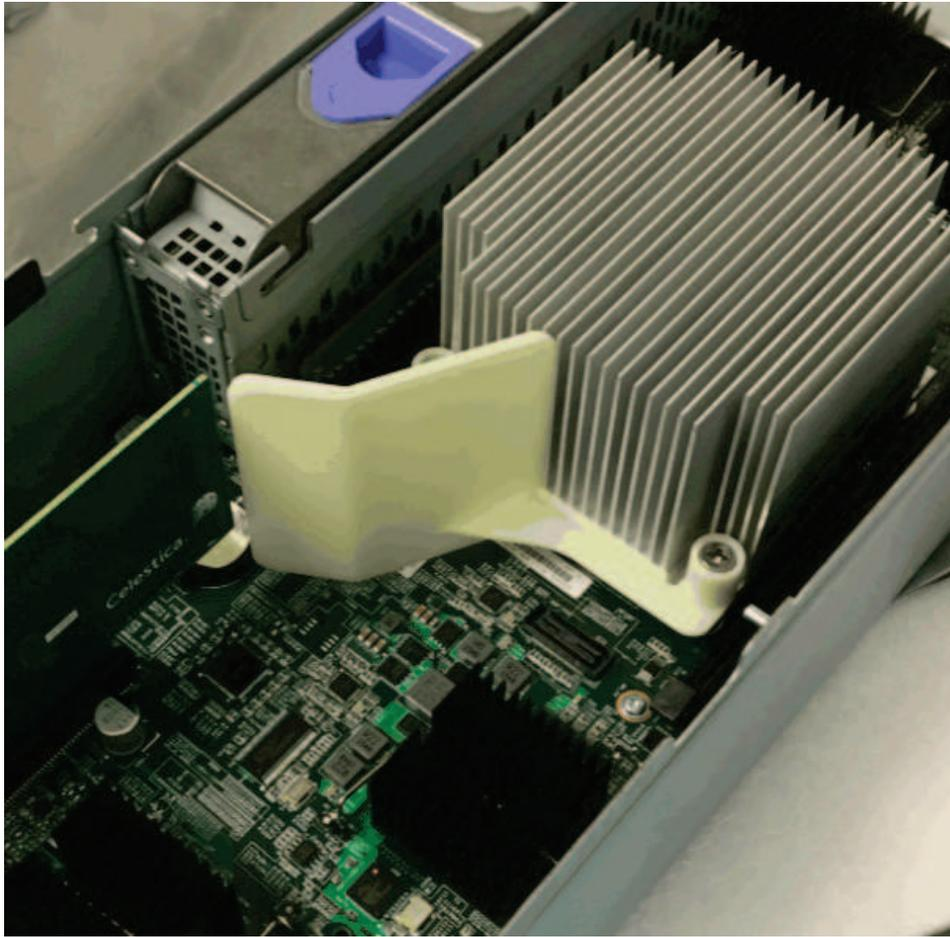

図 44. エア・バッフルの位置の確認
3. 一部のノード・キャニスター (Storwize V7000 2076-624 または Storwize V7000 2076-U7A キャニスターなど) には、CPU ヒート・シンク (214 ページの図 44) の背面に取り付けられたエア・バッフルが含まれます。